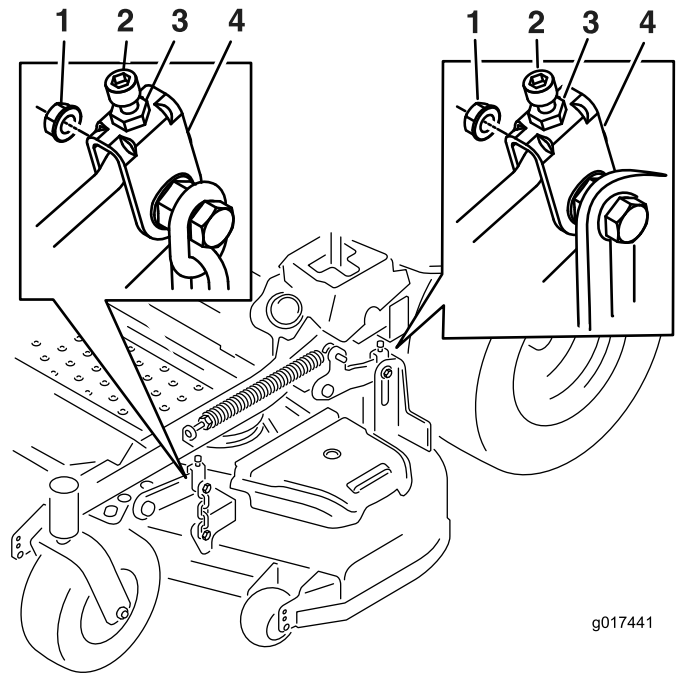

Bild 71
Einstellschraube, um eine Höhe von 7,6 mm (3") zu erhalten (siehe Bild 71).
16. Drehen Sie die Einstellschraube, um eine Höhe von 8,3 mm (3") zu erhalten (Bild 71).